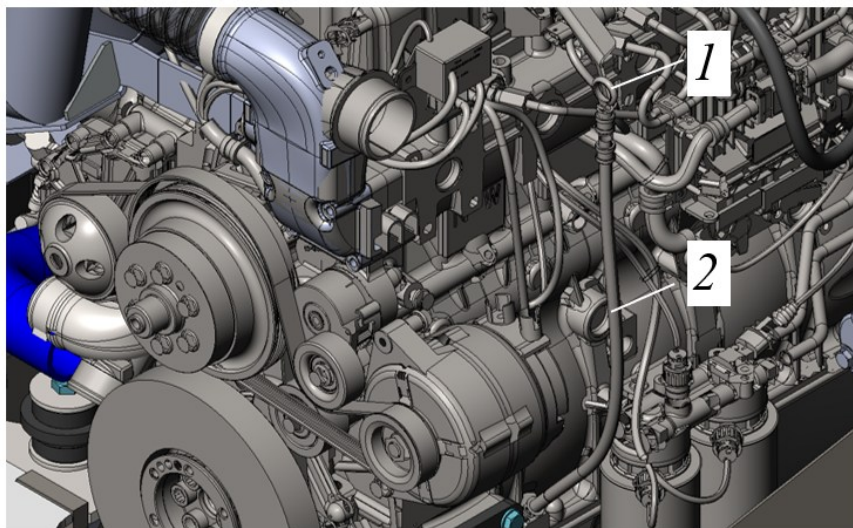

Рисунок 5.15. Контроль уровня масла в двигателе
► извлечь масляный щуп поз.1, рис. 5.15.